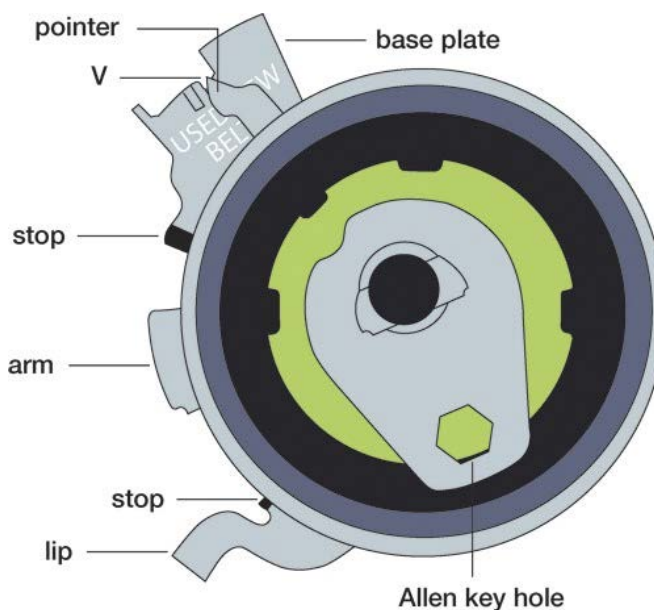

Рис. 3
- Отрегулируйте натяжитель (удерживая болт натяжителя на месте), до совпадения указателя (pointer) с меткой V (положение "НОВЫЙ" - "NEW"), отверстие шестигранного ключа (Allen key hole) должно быть теперь в пределах +/- 5 часов (Рис. 3).